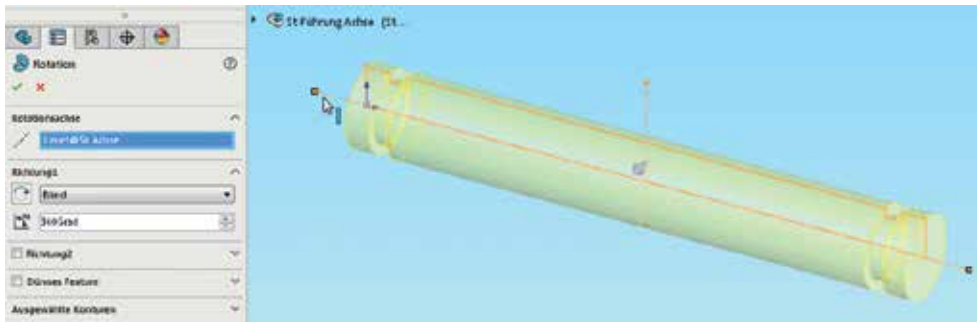

Abb. 3.13:
- Klicken Sie auf die horizontale Mittellinie des Profils, und die Vorschau wird erzeugt (Abb. 3.13).